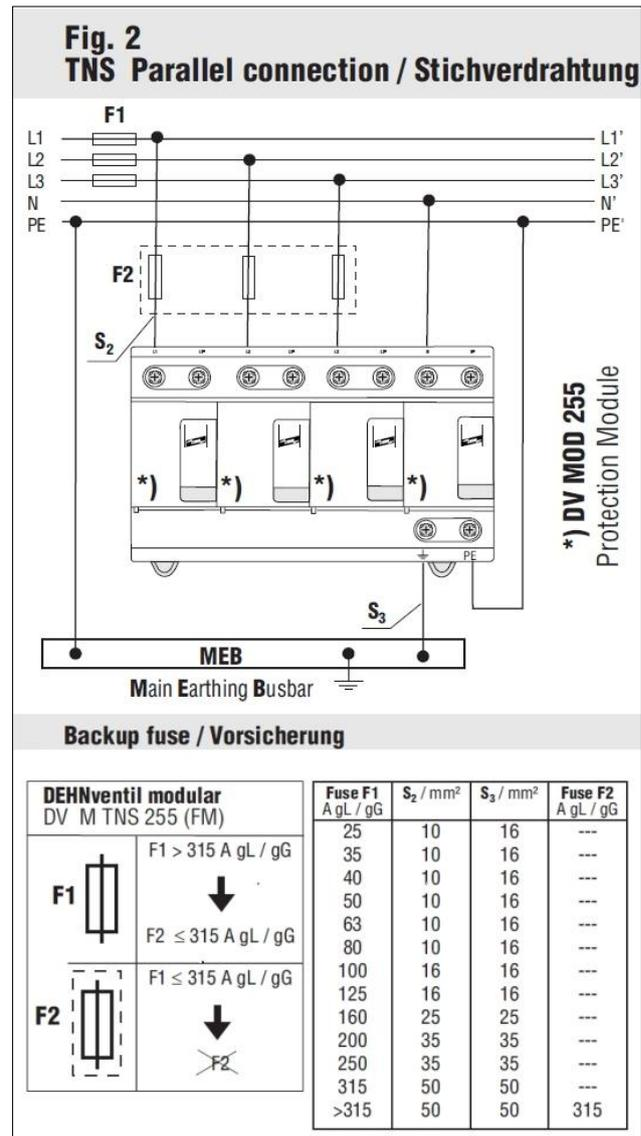

Bild 3: EBA DV M TNS 255
- ➔ die Mindeststärke, der Mindestquerschnitt bzw. die Leitwertgleichheit muss gemäß DIN EN 62305 gegeben sein (Bild 3)